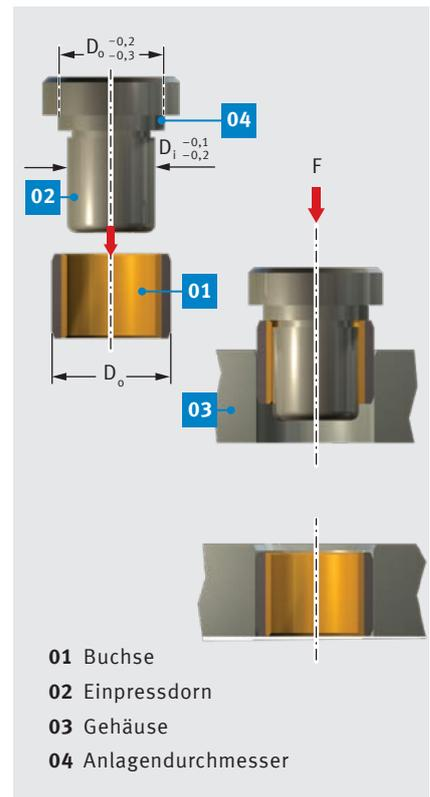

Abb. 53: Versenkt einpressen $D_o \leq 55$ mm
- versenktes Einpressen mit Dorn ohne Hilfsring gemäß Abb. 53.